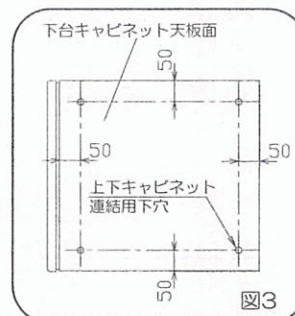

図3
1) 下台キャビネットの天板の所定位置に上台キャビネット連絡用の下穴 (φ4穴) を加工してください。(図3)